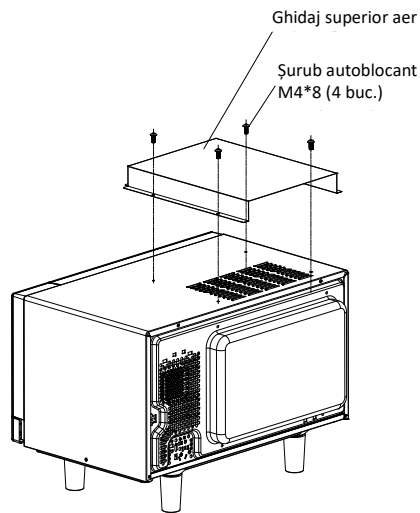

Fig 2
b) Instalarea ghidajului superior pentru aer trebuie efectuată așa cum este indicat în Fig. 2.